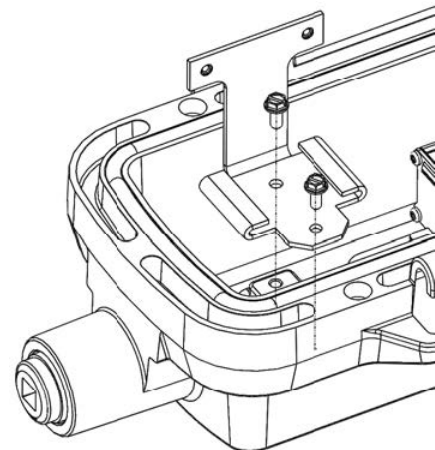

Figura 4: Tornillos del soporte del módulo de sobretensión
4. Retire los dos (2) tornillos de montaje de cabeza hexagonal 8-32 que se utilizan para fijar el soporte de montaje a la cubierta del controlador (consulte la Figura 4).
6. Instale el nuevo soporte del módulo de sobretensión suministrado en el kit de reemplazo. Fije el soporte a la cubierta de la luminaria con los dos (2) tornillos de cabeza hexagonal suministrados (consulte la Figura 4). Aplique un torque a los tornillos de fijación de 2,3 N-m [20 in-lb].